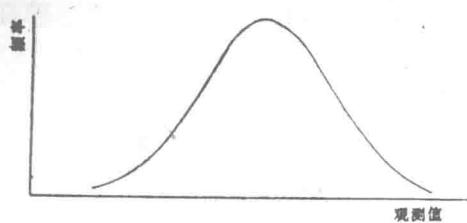

图 1—5
2. 正态分布完全可以用两个特征值一均值和标准差描述（见图 1—6）。